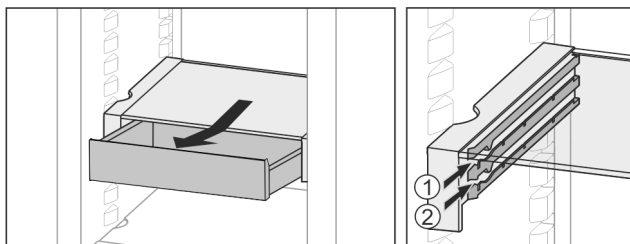

Fig. 25
- ▶ Zasuňte ju v ľubovoľnej výške Fig. 25 (1) alebo Fig. 25 (2).